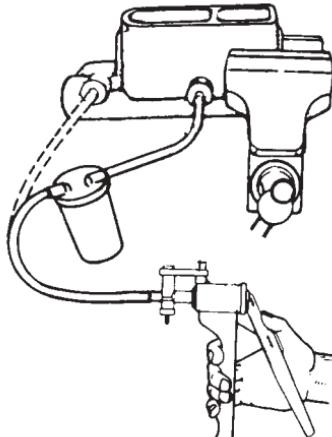

ABBILDUNG 16: Entlüftung auf der Werkbank
- 3) Einen Stopfen vom Hauptzylinder entfernen und den für diesen Hauptzylinder-auslass vorgeschriebenen Adapter anbringen. Den Pumpen-schlauch mit dem Reservoir und den Reservoirschlauch mit dem Adapter verbinden (ABBILDUNG 16).